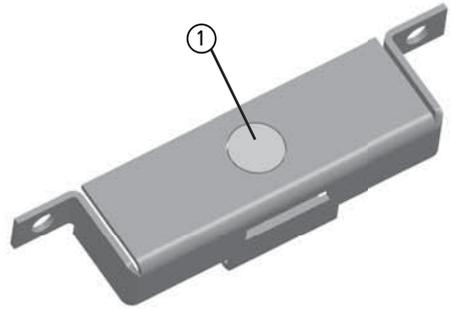
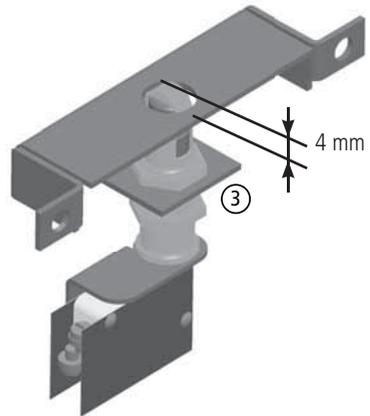

Abb. 3.7 Herstellen der Öffnung in dem Gehäuse des Luftventilhebels
Abb. 3.8 Einstellen des Türschalters
- ① Die vorbereitete Öffnung auf dem Gehäuse des Luftventilhebels ausbrechen - z.B. mit einer Schraubendreher-Klinge (Abb. 3.7),
- ② den Türschalter von unten in die Aufnahme stecken - eine Mutter dazu ca. 10 mm weit auf den Türschalter aufschrauben,
- ③ die zweite Mutter auf den Türschalter aufstecken und den Türschalter an der Aufnahme mit den beiden Muttern befestigen - die Schalterrolle muss ca. 4 mm oben aus dem Gehäuse herausstehen (Abb. 3.8),
- ④ das Kabel von oben durch die Öffnung im Türrahmen durchführen,
- ⑤ den Türschalter einsetzen,
- ⑥ den Türschalter mit dem Gehäuse am Türrahmen verschrauben (2 Schrauben, Innensechskant, 3 mm)
- ⑦ Einstellung und Funktion des Türschalters überprüfen - die Feuertür muss sich ohne größeren Widerstand schließen lassen und darf den Türschalter nicht nach hinten drücken, der Türschalter muss durch das Schließen der Feuertür leicht nach unten gedrückt werden, so dass das Klicken des Schaltkontakts hörbar ist,